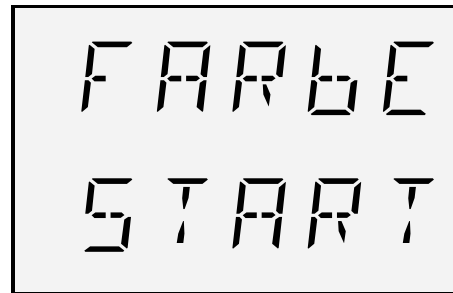

Fig. 13: Schermata "Avvio luce colorata"
7. Con il tasto \leftarrow uscire dal menu. Viene visualizzata la schermata "Modalità luce colorata" (Fig. 13).